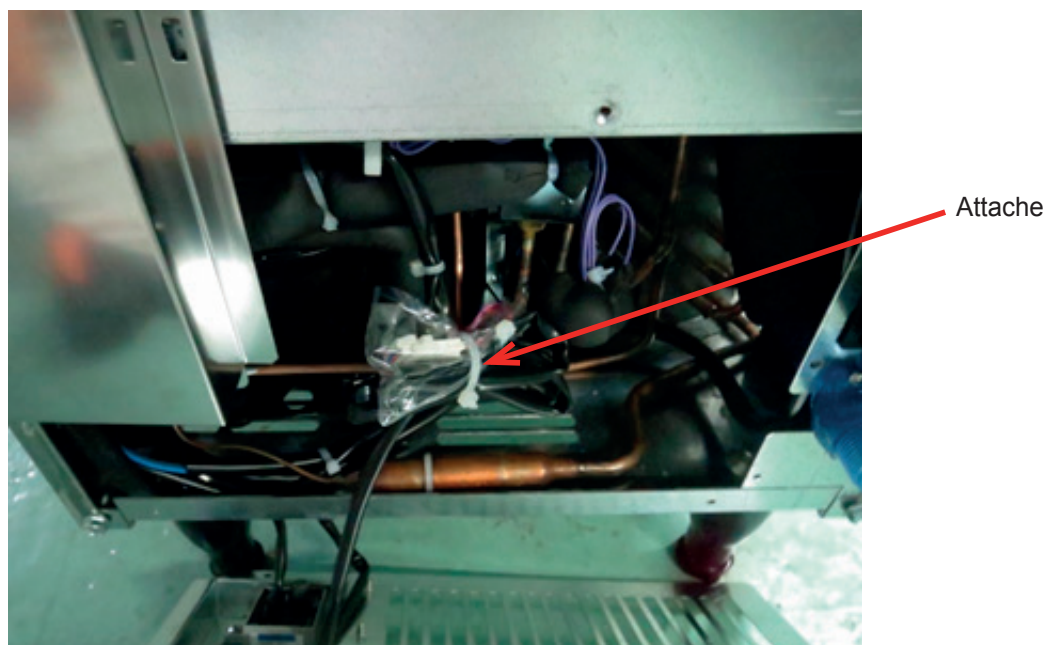

Fig. 32
- 15) Utiliser l'attache (régler sa longueur) pour serrer les câbles du sous-ensemble de capteur de gaz comme illustré à la Fig. 32.